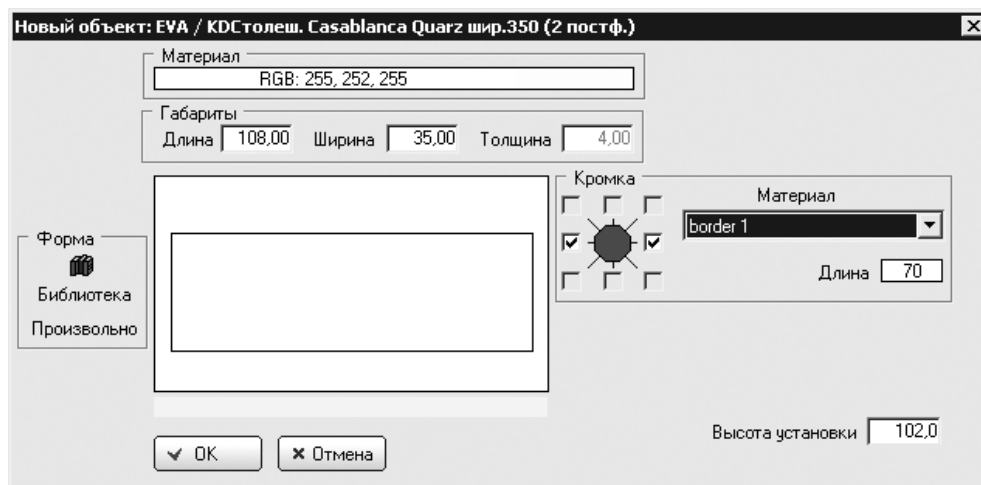

Рис. 8.10
- Нажать кнопку Свойства объекта — откроется окно, в котором можно указать свойства столешницы (рис. 8.10).